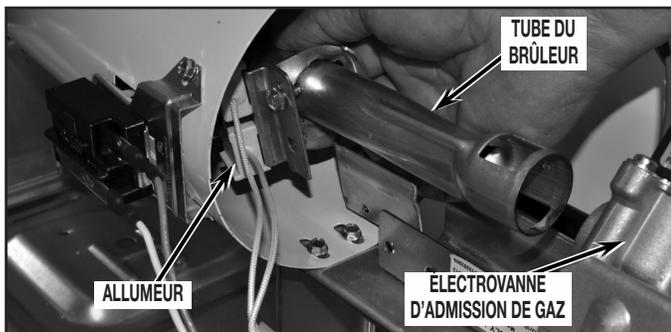

FIGURE 20
24. Faire glisser le tube du brûleur vers l'avant, suffisamment pour pouvoir accéder au gicleur. Veiller à ne pas heurter l'allumeur. Voir *Figure 20*.